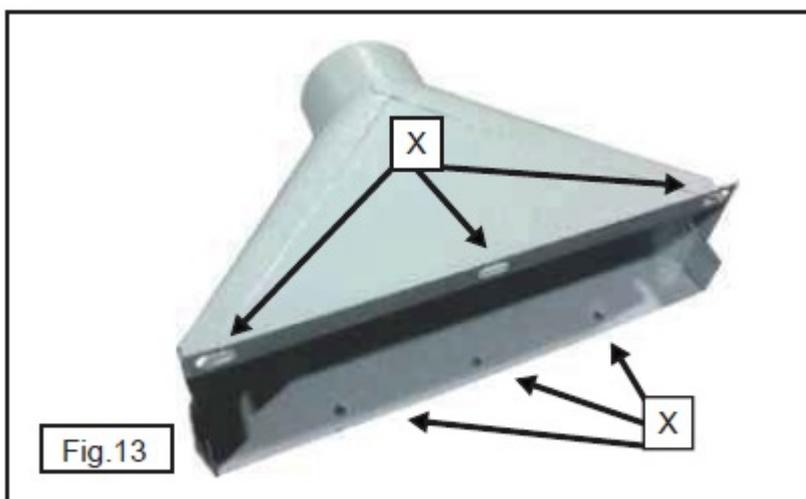

Рис. 13
3. Закрепить верхнюю и нижнюю часть сборника опилок в 6 точках (X), рис. 13.